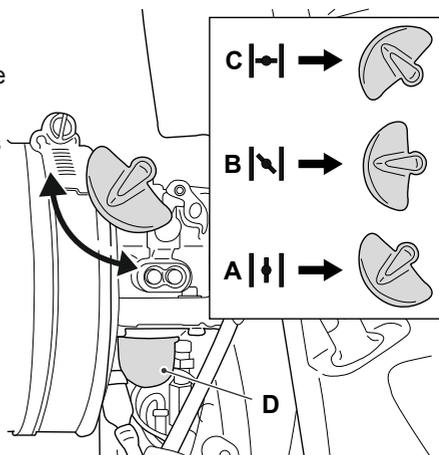

Рис. 3
### Рычаг управления воздушной заслонкой (рис. 3)
### Кнопка (D) управления насосом подкачки топлива (рис. 3)
2. Закройте воздушную заслонку, установив рычаг в положение «С» (Рис. 3).
3. Нажмите на кнопку праймера (Рис. 3) до 10 раз, чтобы наполнить карбюратор смесью.
6. Установите рычаг управления воздушной заслонкой в положение «В» (Рис. 3.В).
9. Откройте воздушную заслонку (Рис. 3.А), установив рычаг в положение «А».